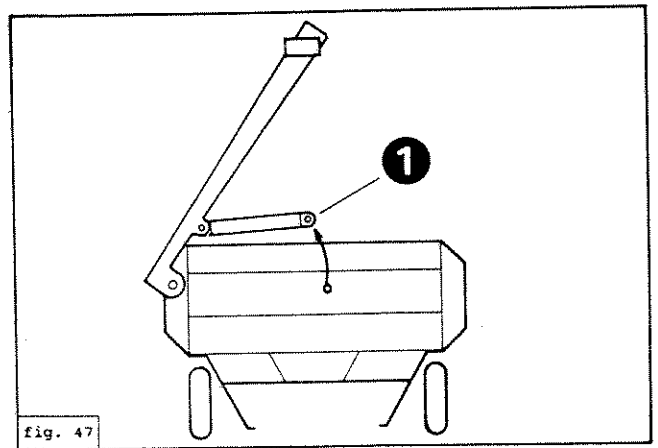
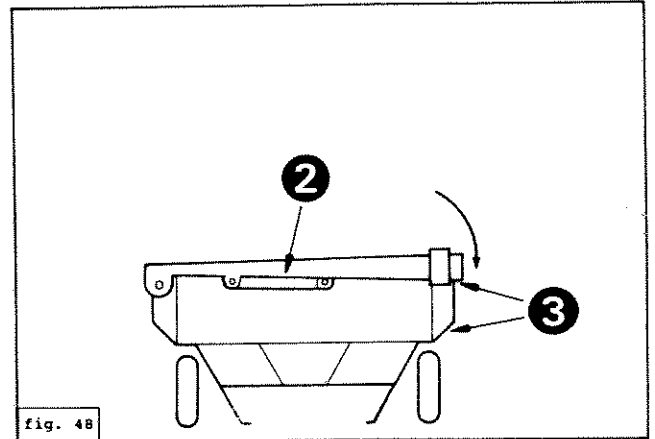

fig. 47
fig. 48
Remisez d'abord la machine comme décrit à la page 27 avant de préparer la machine pour le remisage d'hiver. Retirez la goupille qui fixe le vérin de direction (1) au bâti principal, voir fig. 47; rentrez le timon vers l'intérieur en le vissant et attachez-le au pied de ressort de droite (2). Ouvrez le couvercle de la poulie de droite du timon et posez le vérin le long du timon (3), voir fig. 48.